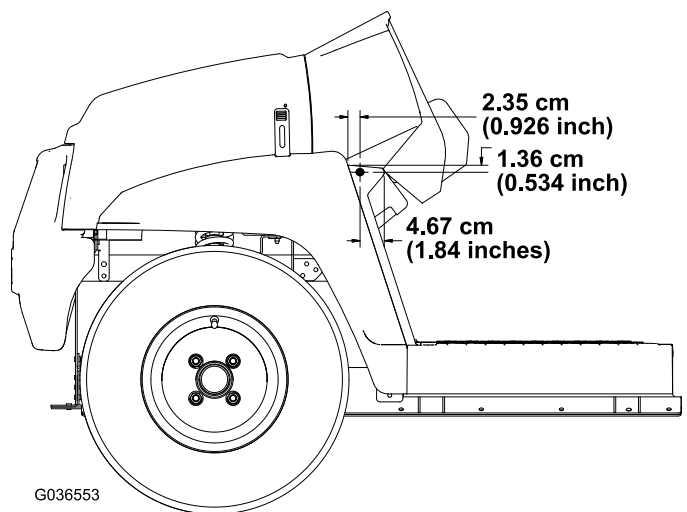

Figura 4
3. Utilizando as dimensões indicadas na Figura 4, faça 1 furo ($\frac{5}{16}$ pol.) no exterior da placa dos pés nos lados esquerdo e direito da máquina.